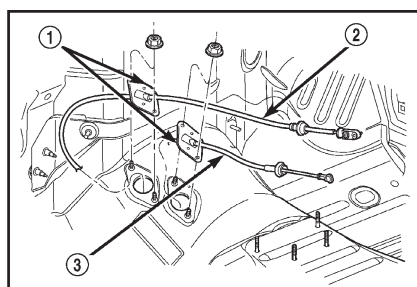

Рис. 8 Тросы переключения на днище
- Открутите гайки, крепящие уплотняющие пластины тросов переключения к днищу (рис. 8).
- Наверните гайки, крепящие уплотняющие пластины к днищу (рис. 8). Затяните гайки с моментом 7 Н•м.